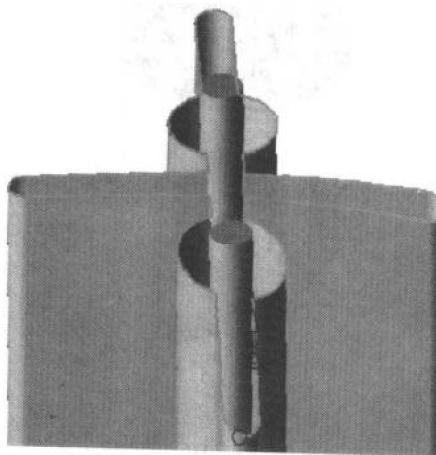

图 1-9
- (1) 从电极向导工具栏中选择 Contour (轮廓) 的图标 。
- (2) 选择放电曲面顶部的两条相邻边界并确定，如图 1-9 所示。